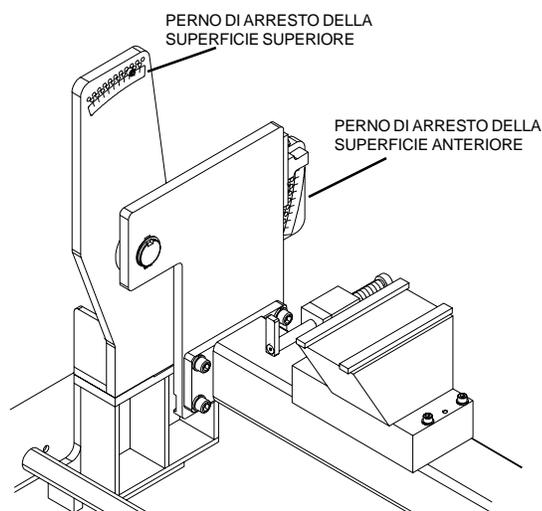

FIG. 20
2. Spostare l'azionatore della rotazione degli utensili in modo che l'arresto della barra degli utensili si trovi a metà strada tra l'arresto della superficie anteriore e l'arresto della superficie superiore. Vedere la Fig. 20.
3. Spostare il perno di arresto della rotazione degli utensili per la superficie anteriore all'angolo corretto. Vedere la Fig. 20.
4. Spostare il perno di arresto della rotazione degli utensili per la superficie superiore all'angolo corretto. Vedere la Fig. 20.